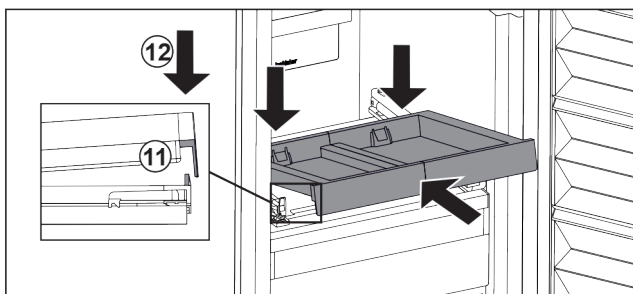

Fig. 37
- ▶ L'insérer en l'inclinant. Veiller à ce que, des deux côtés, la butée soit derrière la languette. Fig. 37 (11)
- ▶ Déposer le compartiment coulissant par l'avant. Fig. 37 (12)